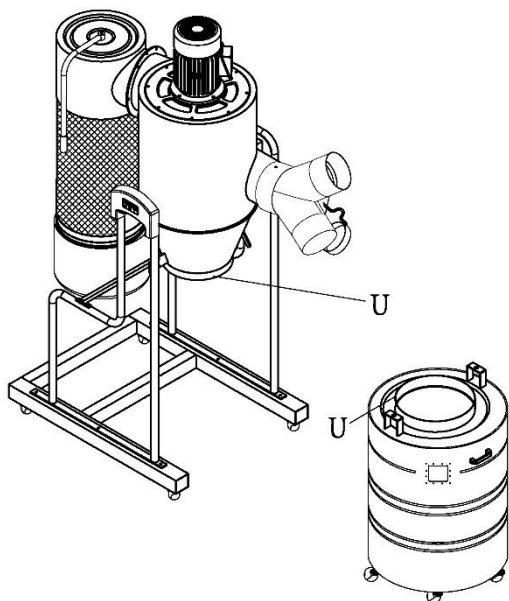

Figure 11
15. Appliquez le ruban en mousse (U) autour de l'entonnoir juste au-dessus de son coin inférieur. Voir la Figure 11. Le ruban en mousse doit entourer complètement l'entonnoir.
16. Appliquez le ruban en mousse (U) autour de la partie extérieure de l'ouverture du cylindre. La mousse doit l'entourer complètement.